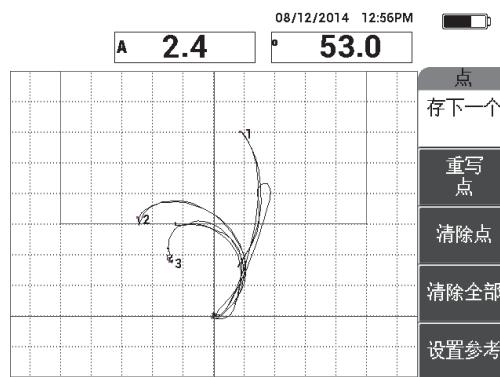

图 6-50 记录的第三个点
8. 慢慢地在第三个脱粘缺陷上滑动探头，然后按存下一个（A 键），记录第三个点（参见第 147 页的图 6-50）。